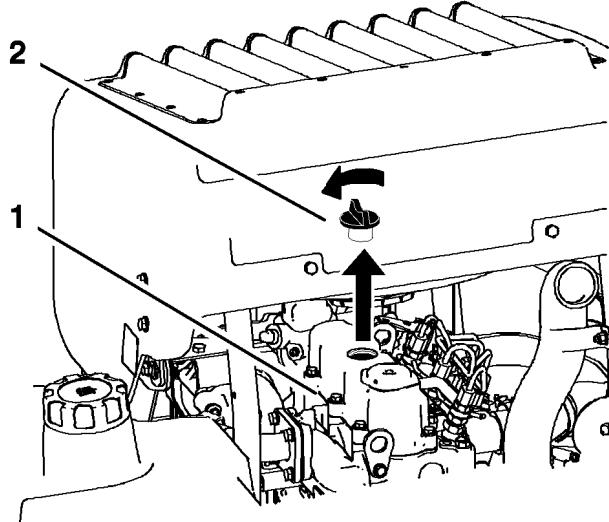

Figure 38
6. Retirez le bouchon de remplissage d'huile en haut du moteur (Figure 38). Cela facilitera la vidange de l'huile.
- Retirez le bouchon de remplissage et la jauge (Figure 38).